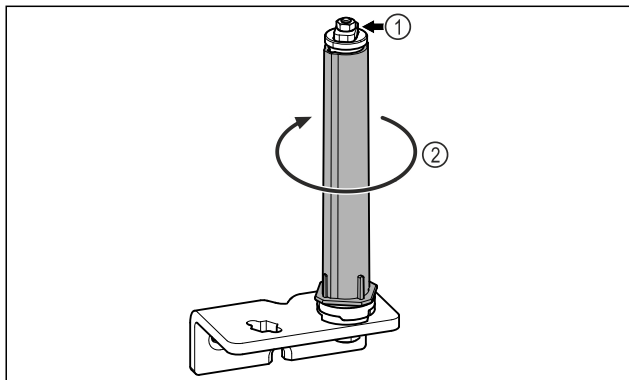

Fig. 22
- ▶ Nerozebírejte uzávěrací systém dvířek Fig. 22 (1).
- ▶ Otáčejte uzávěracím systémem Fig. 22 (2), dokud nezacvakne.